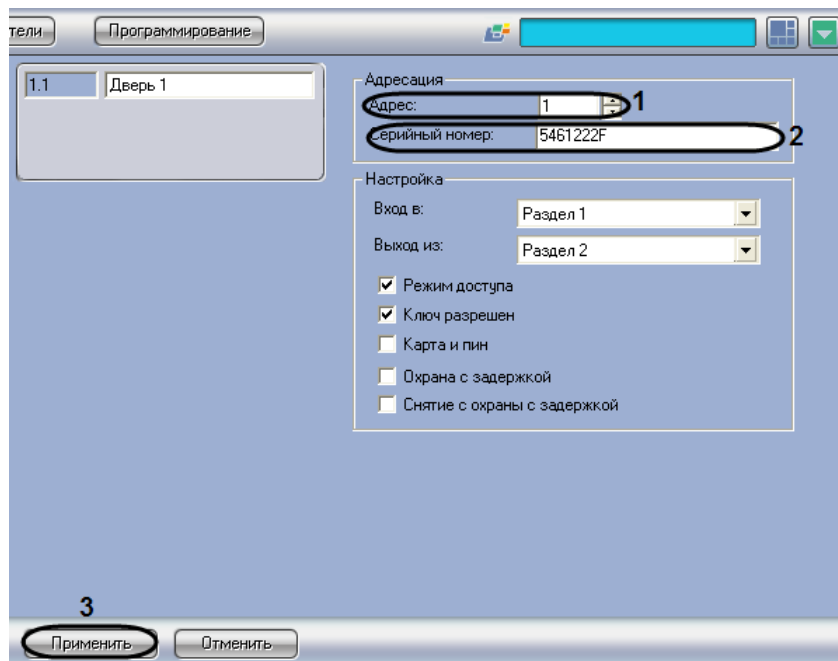

Рис. 3.3—2. Идентификация двери в ПК ACFA Intellect
1. Перейти на панель настройки объекта **Дверь** (Рис. 3.3—2).
2. В поле **Адрес** (см. Рис. 3.3—2, 1) ввести адрес двери в системе *Digiplex EVO*.
3. В поле **Серийный номер** (см. Рис. 3.3—2, 2) ввести серийный номер двери в системе *Digiplex EVO*. Данный номер вводится в шестнадцатеричном формате.